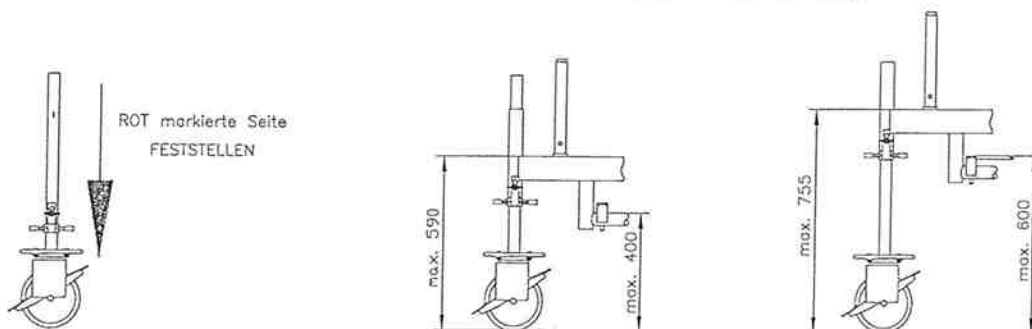

Bild 7 - Fahrrolle / max. Ausspindelung ohne bzw. mit Einstiegsbelag
- ⇒ Die Fahrrollen (16) sind mit einem doppelseitigen Hebel zum Feststellen bzw. Lösen der Rolle versehen.
- ⇒ Die Fahrrolle (16) hat eine Tragfähigkeit von 11,9 kN und kann bei allen Gerüsttypen der Fahrgerüstreihe 46 zum Einsatz kommen.
- ⇒ Die an der Fahrrolle vorhandene Spindel dient dem Höhenausgleich und damit dem vertikalen Ausrichten des Gerüsts. Beim Ausspindeln ist zu beachten, dass der Abstand der ersten Sprosse zum Boden nicht mehr als 400mm beträgt (Bild 7, Mitte).
Bei Einsatz einer Rahmentafel (nicht im Lieferumfang der Fahrgerüstreihe rapido 4603 enthalten, separat zu bestellen: Art.-Nr. 5F00 452 410) auf der ersten Sprosse ist ein Abstand von der Oberkante des Belags bis zum Boden von max. 600mm einzuhalten (Bild 7, rechts).